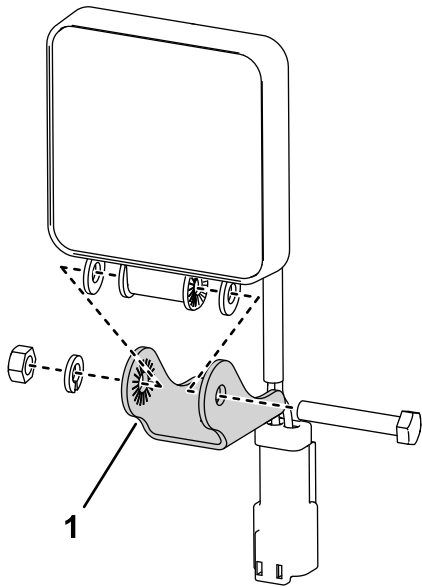

Figure 2
4. Déposez les petits supports des projecteurs de travail Figure 2.